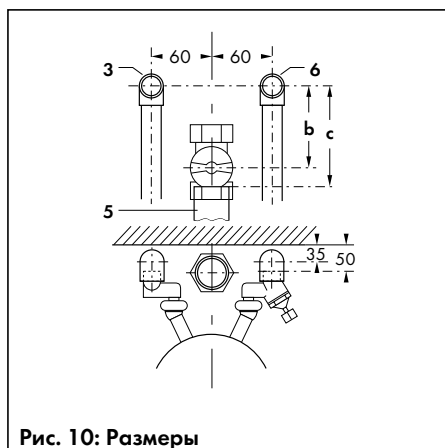

Рис. 10: Размеры
На рис. 10 показаны расположение и размеры подключений для открытой прокладки трубопроводов и монтажа газового крана под аппаратом.
- После определения места установки аппарата перед его монтажом следует проложить газопровод и трубопроводы холодной и горячей воды к точкам подсоединения аппарата или к соответствующей подсоединительной арматуре, как показано на рис. 10.